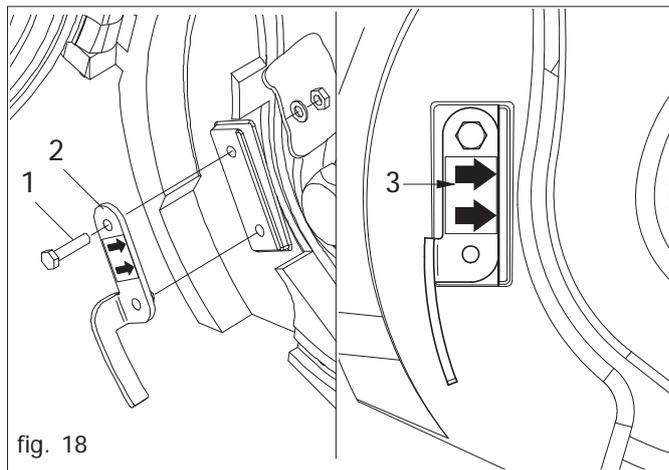

fig. 18
Sämenauswerfer bei großem Samenkaliber, z.B. Mais, Sonnenblume, Soja, Erdnüssen usw. ausbauen. Die Schrauben lösen (1 Abb. 18) und den Sämenauswerfer entfernen (2).
Gegen den Rand des dazu bestimmten Sitzes drücken (3 Bild 18) und mit der mitgelieferten Schraube (1) befestigen. Schraube nur in der vorgegebenen Richtung montieren. Kein Distanzstück dazwischenlegen.